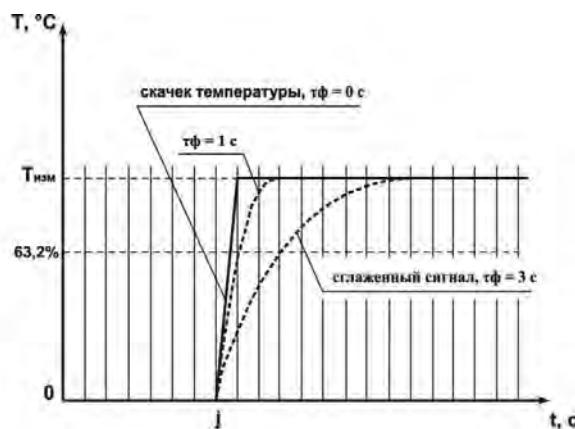

Рисунок 3.6
**3.2.4.2 Цифровой фильтр** устраниет шумовые составляющие сигнала, осуществляя его экспоненциальное сглаживание. Основной характеристикой экспоненциального фильтра является  $\tau_f$  – постоянная времени цифрового фильтра, параметр  $Ft_1$  ( $Ft_2$ ,  $Ft_3$ ,  $Ft_4$ ) – интервал, в течение которого температура достигает 63,2% измеренного значения  $T_{изм}$  (рисунок 3.6).